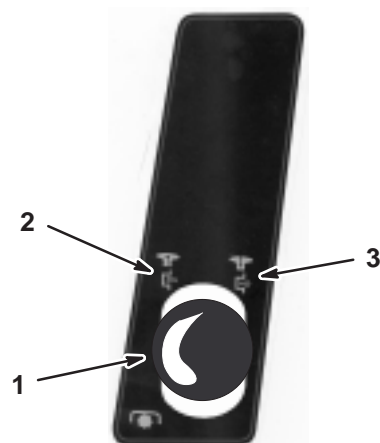

Bild 10
4. Kuppeln Sie die Zapfwelle aus (Bild 10).